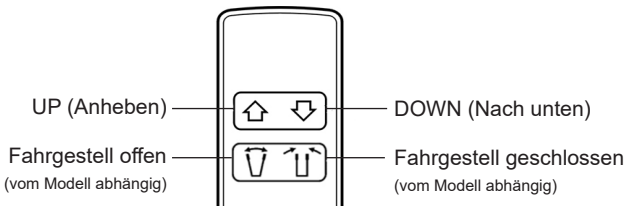

Fig. 9
7. Drücken Sie die Tasten AUFWÄRTS und ABWÄRTS an der Handbedienung und überprüfen Sie, dass sich der Ausleger entsprechend nach oben und unten bewegt (Fig. 9).